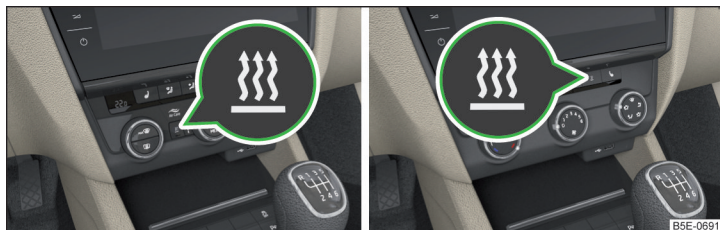

Fig. 159 Tecla para la conexión/desconexión (Climatronic / aire acondicionado manual)
- Con la tecla **!** en la unidad de mando del aire acondicionado» fig. 159.
Estando el encendido automático activado y después de desconectar el encendido, el testigo de control ilumina por 10 segundos en la tecla **!** » fig. 159.